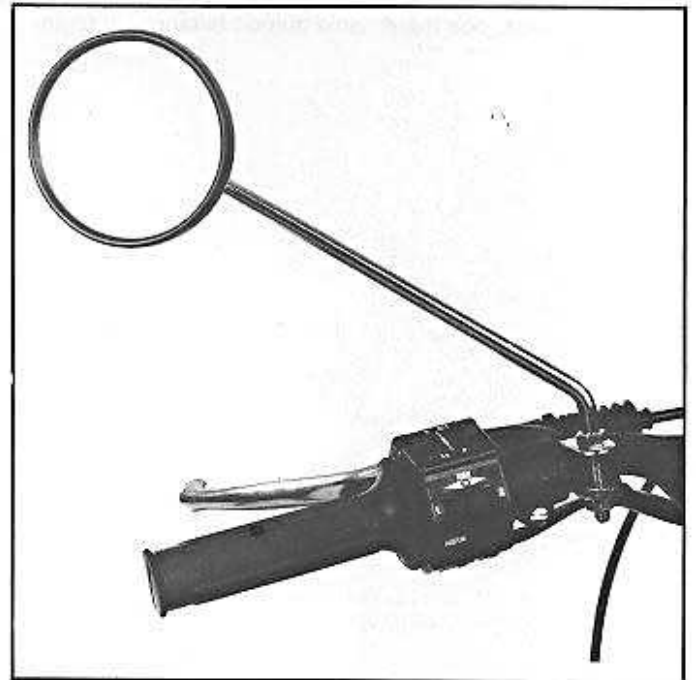

Fig. 8
- Monter le rétroviseur côté gauche (fig. 8).